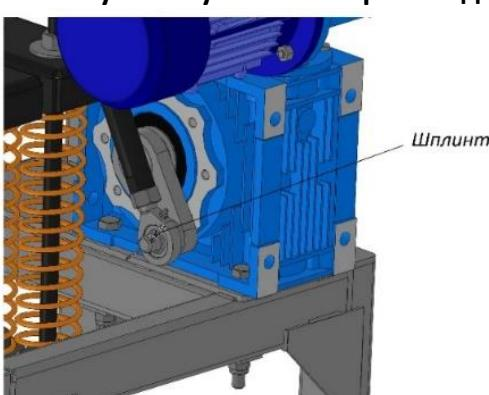

Рисунок 13
- Для сборки зацепить Тягу привода на Водило привода и зафиксировать шайбой M20 и шплинтом. Рис.13